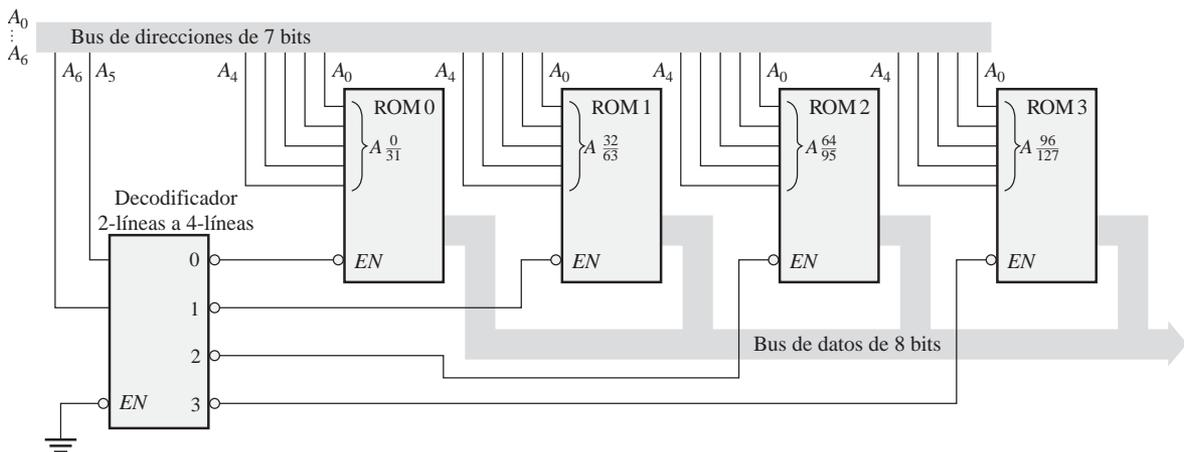

FIGURA 10.87
28. Una ROM de $128k \times 8$ se implementa como se indica en la Figura 10.87. El decodificador decodifica los dos bits de dirección más significativos para habilitar una de las ROM cada vez, dependiendo de la dirección seleccionada.
29. Suponer que se ejecuta una prueba de suma de comprobación en la memoria de la Figura 10.87 y que cada ROM tiene su suma de comprobación en la dirección más alta. ¿Cuál o cuáles circuitos integrados reemplazaría para cada uno de los siguientes mensajes de error que aparecen en el monitor de vídeo del sistema?